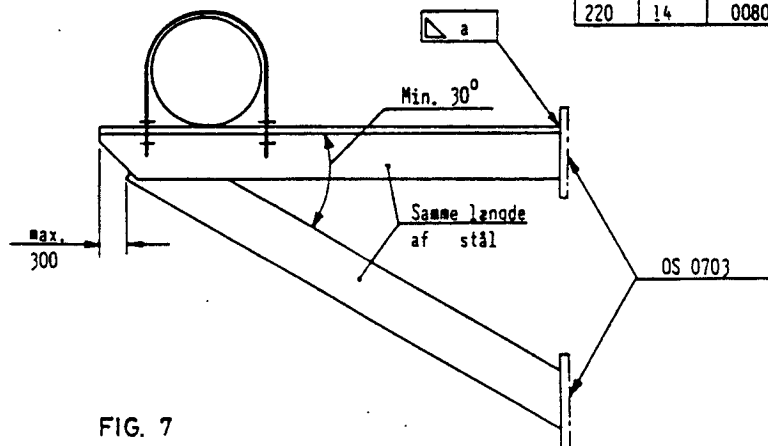

FIG. 7
1) L max. 500 mm. Hvis L er større end 600 mm anvendes fig. 7.